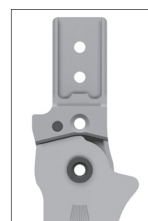

Abb. 12
4. Montieren Sie den Systemfußbügel (Abb. 12).